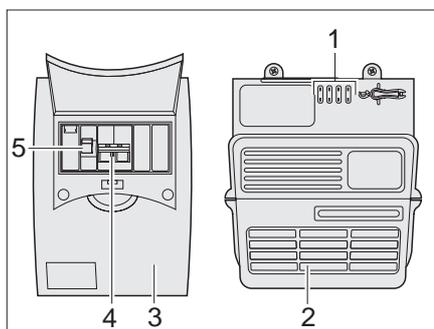

Fig. 94 Bloc secteur et disjoncteur automatique
Le coffret de fusibles 230 V (Fig. 94,3) est montée à côté du bloc transformateur (Fig. 94,2).
Dans le coffret de fusibles (Fig. 94) se trouvent le fusible principal (Fig. 94,4) et un disjoncteur différentiel (Fig. 94,5).
Le disjoncteur différentiel (Fig. 94,5) mesure le flux de courant des lignes d'arrivée et de retour de courant. En cas d'équilibre entre les deux lignes, le disjoncteur différentiel reste inactif. En cas de différence entre les lignes, le disjoncteur interrompt immédiatement le flux de courant. De la sorte, il empêche des accidents électriques dangereux.
Mise en service: ■ Pousser l'interrupteur principal (Fig. 94,4) vers le haut en position "ON".
■ Pousser le disjoncteur différentiel (Fig. 94,5) vers le haut en position "ON".